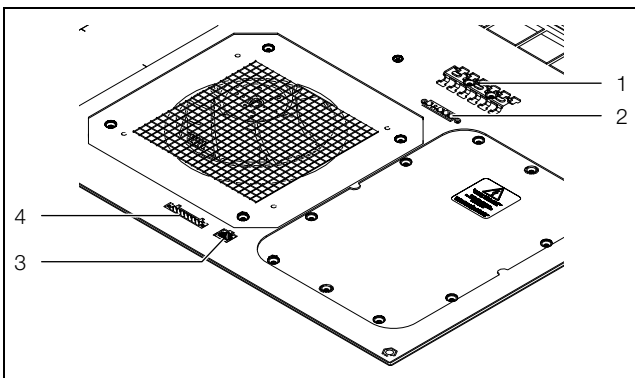

Abb. 7: Anschlüsse auf der Unterseite des Dachaufbau-Kühlgeräts
- Der Kabelschirm kann an der Hammerfußschiene (Abb. 7, Pos. 1) kontaktiert werden.